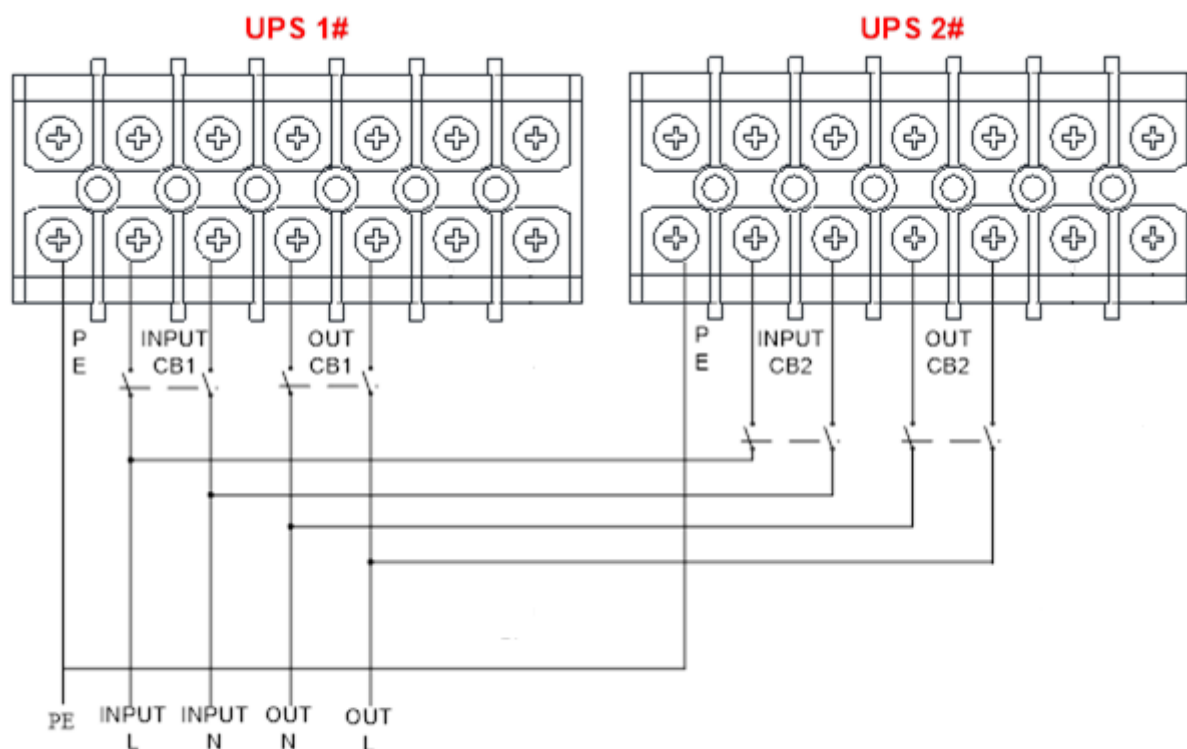

Рисунок 8. Схема подключения ИБП в параллель
4. В соответствии со схемой подключения ИБП в параллель (Рисунок 8) необходимо установить автоматические выключатели для каждого ИБП (номиналом, соответствующим их мощности и требованиям настоящего руководства). Общие автоматические выключатели входа и выхода всей параллельной системы должны быть выбраны исходя из суммарной мощности установленных в параллель ИБП и требований местных стандартов.